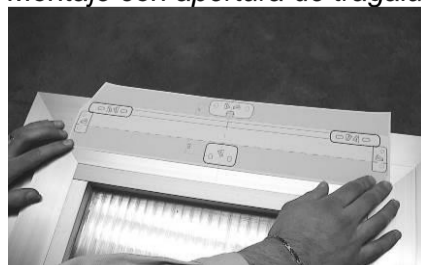

Fig. 9
- D. Aplicar la plantilla al marco (parte fija) haciendo coincidir el eje con la línea de centro "X" trazada anteriormente (Fig. 9). **Atención:** para los marcos que no son co-planares cortar la parte de plantilla de color gris y aplicarla a la parte móvil teniendo cuidado en mantener la posición.